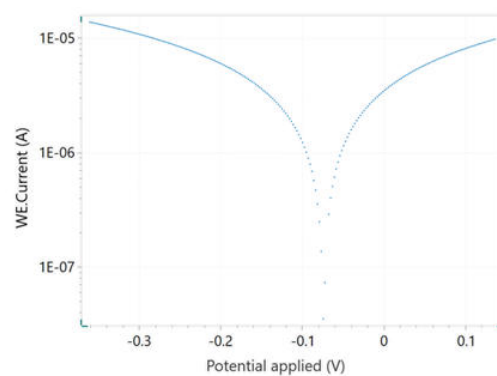

図2. 図1に示すj vs E プロットに対応するターフェルプロット
Log(I) vs E のターフェルプロットを図2に示します。